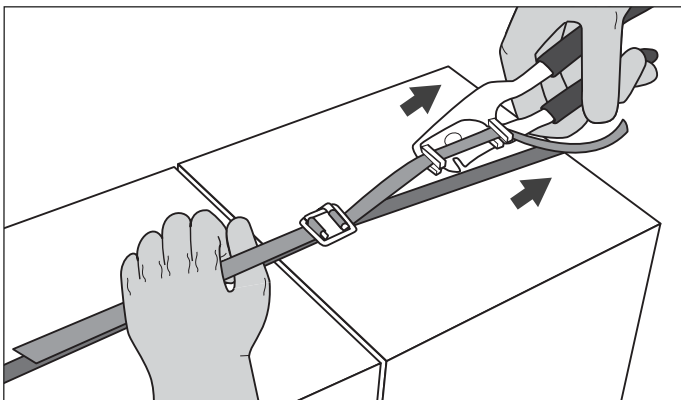

Figure 2
2. Tirer le sertisseur/couteau jusqu'à ce que le feuillard en poly soit tendu au besoin. Si nécessaire, tenir le côté opposé du feuillard avec une main gantée pour éviter les dérapages. (Voir figure 2)